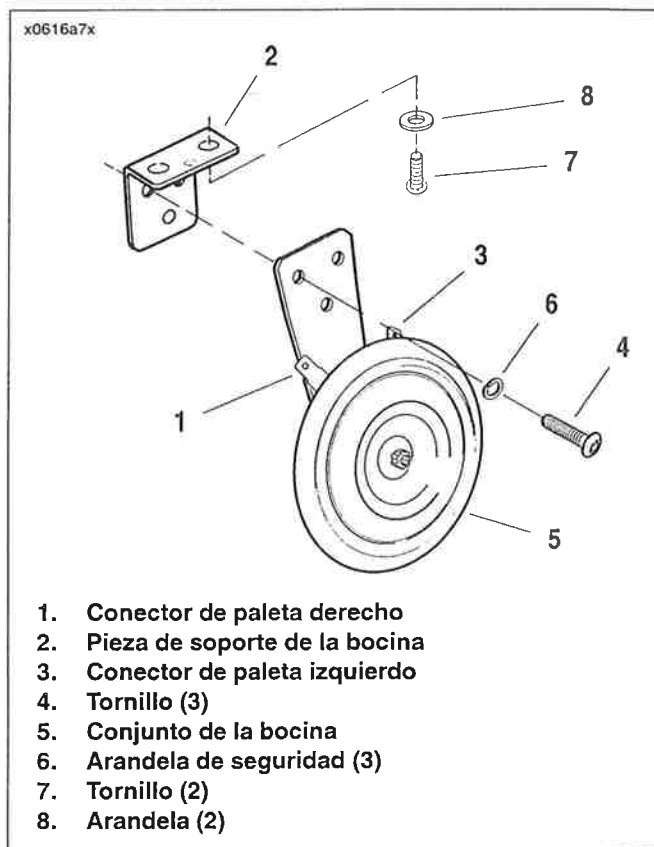

Figura 7-60. Componentes de la bocina (todos los modelos excepto XL 1200C)
2. Vea la Figura 7-60. Retire las presillas del terminal de los conectores de paleta de la bocina (1, 3).
3. Extraiga los tornillos (4) y arandelas de seguridad (6) de la pieza de soporte de la bocina (2) y extraiga el conjunto de la bocina (5).
5. Instale el cable amarillo con la tira negra en el conector de paleta izquierdo (3) y el cable negro al conector de paleta derecho (1).